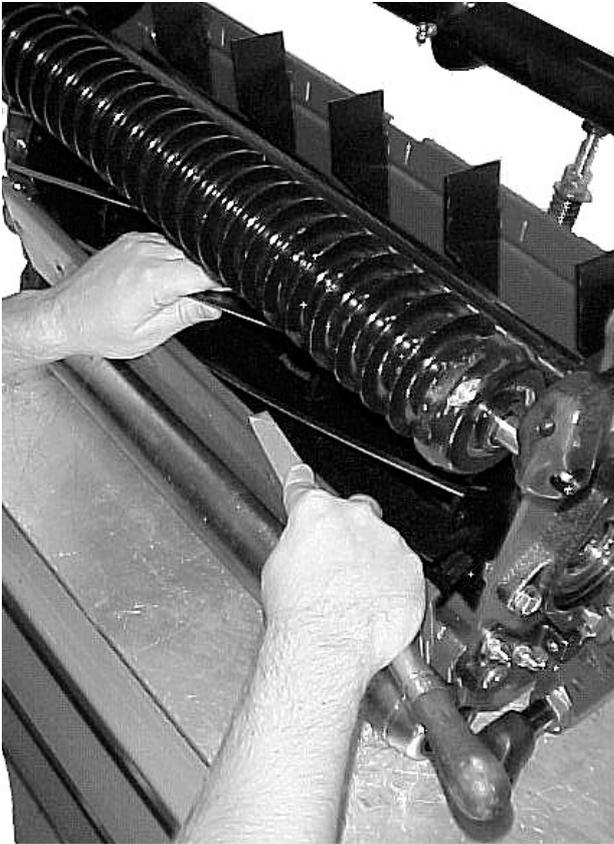

図74
1. バックラップが終わると、ベッドナイフの前端にバリができる。刃先を削らないように注意しながら、このバリをヤスリで落とす（図74）。